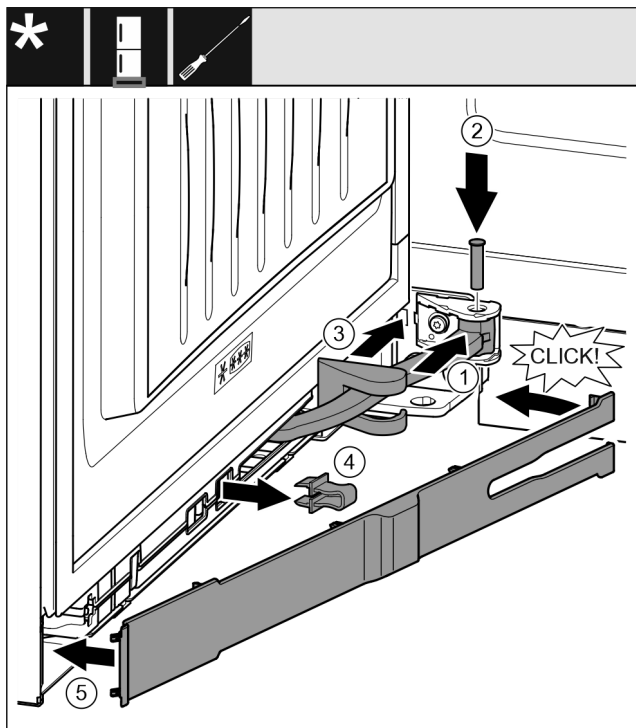

Fig. 47
- Ruotare il giunto articolato nella sospensione. Fig. 47 (1)
- Inserire il perno con un cacciavite T15 nella sospensione e nel giunto articolato. Fare attenzione che la camma di arresto sia correttamente in sede nella scanalatura. Fig. 47 (2)
- Spingere la copertura del blocco di supporto lungo il giunto articolato e montarla sopra la sospensione. Fig. 47 (3)
- Rimuovere la protezione. Fig. 47 (4)
- Applicare il pannello sul lato maniglia e ruotarlo verso l'interno. Fig. 47 (5)